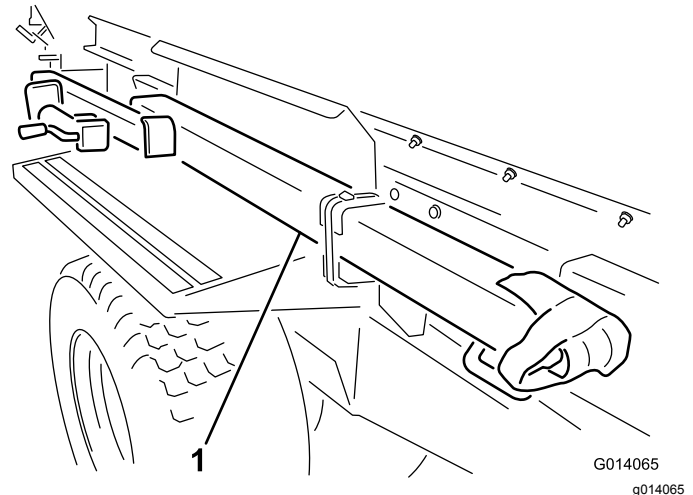

Рисунок 3
3. Выведите сцепное устройство из транспортировочного положения, срезав хомуты, которыми сцепное устройство крепится к крылу (Рисунок 3). Снимите оба монтажных кронштейна с крыла и удалите в отходы.